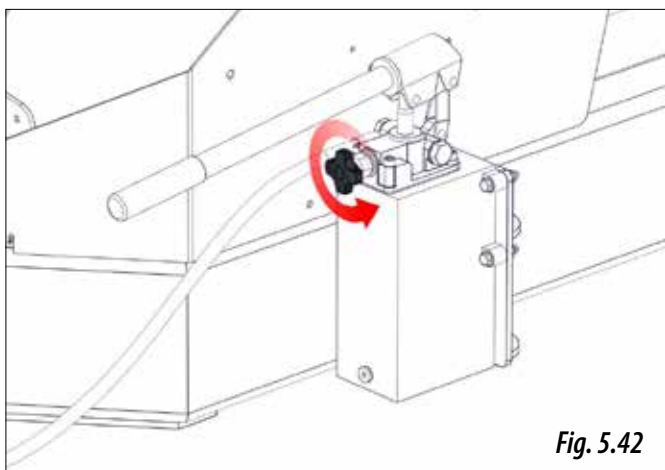

Fig. 5.42
- 1- Aflojar la llave de la bomba manual (Fig. 5.42) para subir el telescópico del pie, una vez este arriba el pie, volver a apretar la llave.